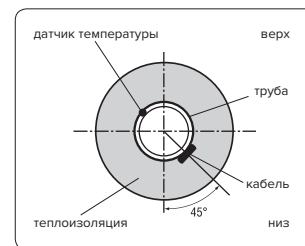

Рис. 2. Положение кабеля на трубе при монтаже
- 2а. Допускается крепление кабеля на трубу с помощью пластиковых хомутов. На горизонтальных трубах нагревательный кабель рекомендуется крепить к нижней части трубы, под углом 45° (рис. 2).
На горизонтальной трубе датчик устанавливается в верхней части трубы, не прикасаясь с нагревательным кабелем (рис. 2).